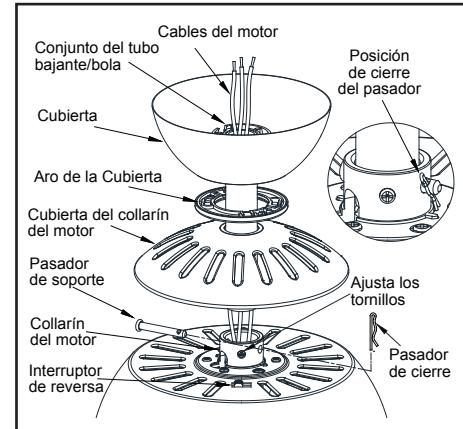

Figura 7
4. Tiende los cables que salen por la parte superior del motor del ventilador, a través de la cubierta decorativa del collarín del motor y enseguida por el centro de la tapa de la cubierta. Asegura que la abertura de la ranura queden en la parte superior. Inserta los cables a través de la cubierta y enseguida a través del conjunto del tubo bajante y bola. (Figura 7)
6. Alinea los orificios en la parte inferior del tubo bajante con los aquelllos del collarín en la parte superior de la carcasa de motor. (Figura 7) Inserta con cuidado el pasador del colgador a través de los orificios del collarín y del tubo bajante. Ten cuidado de no apretar contra el cableado dentro del tubo bajante. Inserta el pasador de cierre en el orificio cercano al extremo del perno hasta que encaje en su posición, como se muestra en el círculo de la Figura 7.
Este ventilador se envía desde la fábrica con el interruptor de reversa en posición de hacer circular el aire hacia abajo. Si deseas encauzar el flujo de aire en sentido contrario, apaga el ventilador y espera a que las aspas se detengan; enseguida desliza el interruptor de reversa (ubicado en la caja de interruptores, consulta la Figura 7 de la página 4) hacia la dirección opuesta y a continuación vuelve a encender el ventilador. Las aspas del ventilador girarán en sentido contrario e invertirán la corriente de aire.